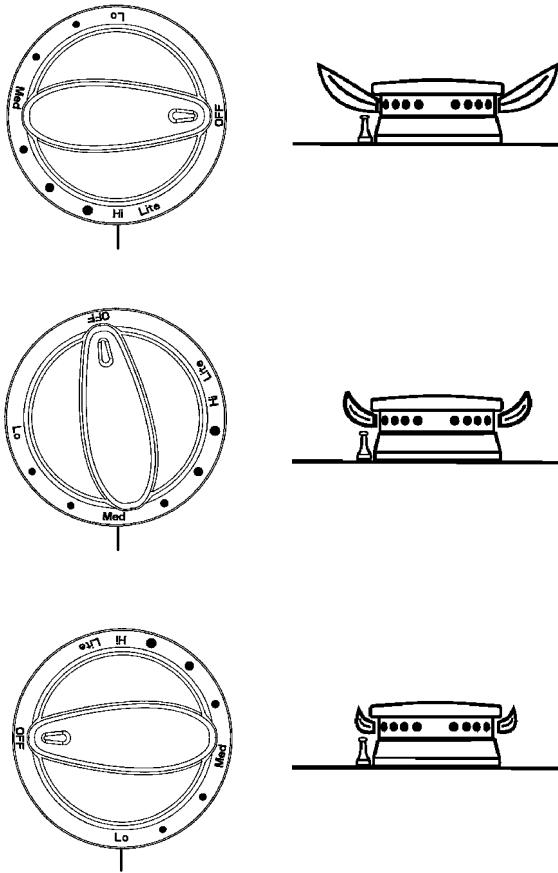

FIGURA 13
Después de terminar los pasos A, B y C de conversión, revise la apariencia de la llama de cada quemador en los ajustes HI y LO contra los de la figura 13. Si las llamas parecen estar demasiado grandes o pequeñas, revise cada paso para asegurar que se realizaron correctamente.
- Comenzando en la posición LP (vea el n.º 5 de la página 9, bajo C, AJUSTE DE LA LLAMA BAJA), gire el tornillo en contra del sentido de las manecillas del reloj hasta que la llama se estabilice y se vea igual a la del dibujo del ajuste "low" de la figura 13. El ajuste correcto producirá una llama azul regular y uniforme de tamaño mínimo. El ajuste final debe revisarse girando la perilla de alto a bajo varias veces sin apagar la llama.
Después de realizar los pasos A, B y C, revise la apariencia de la llama de cada quemador en el ajuste Hi y Lo contra la figura 13. Si las llamas parecen estar demasiado grandes o pequeñas, asegúrese de que todos los pasos se siguieron correctamente.